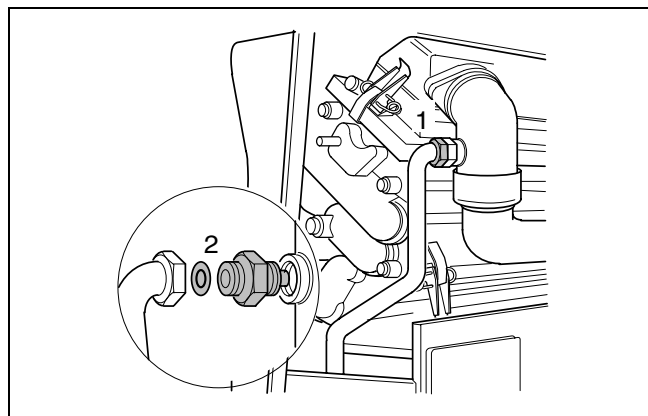

Fig. 44 Schimbarea duzelor de gaz
- Se slăbește înșurubarea la duzele de gaz (fig. 44, poz. 1) și se îndepărtează duzele de gaz (fig. 44, poz. 2).